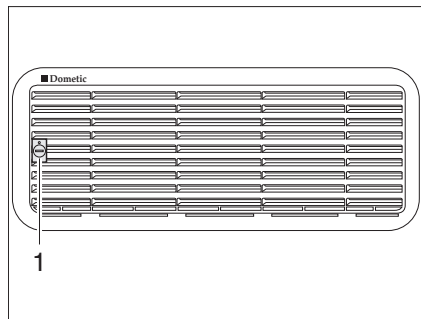
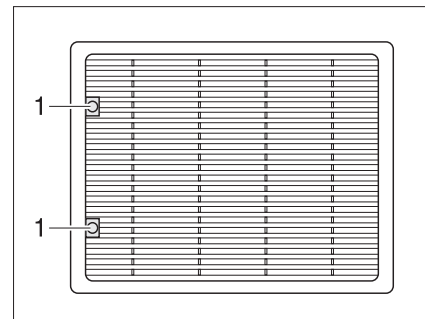

Fig. 195 Rejilla de ventilación del frigorífico (Dometic pequeño)
Fig. 196 Rejilla de ventilación del frigorífico (Dometic grande)
- Girar el tornillo (Fig. 195,1 ó Fig. 196,1) un cuarto de vuelta con la ayuda de una moneda.